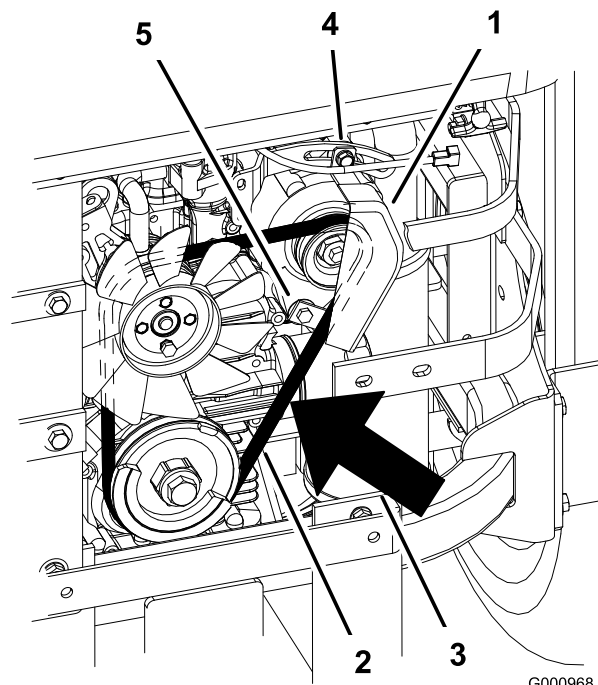

Figura 75
2. Regolate l'alternatore verso l'esterno fino ad ottenere una flessione della cinghia di 7-9 mm tra le pulegge del motore e dell'alternatore con una forza di 10 kgf (Figura 75).
5. Se la flessione è esatta, serrate i bulloni inferiore e superiore (Figura 75).